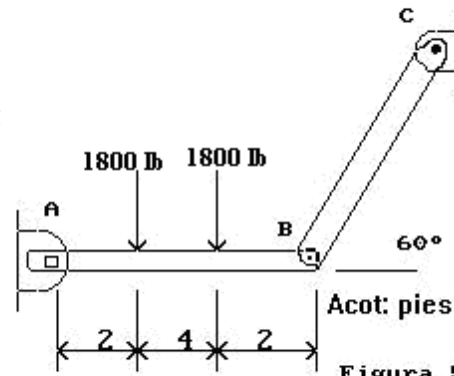

Figura 5.
8.- Calcule el área transversal requerida por el elemento BC mostrado en la figura 5 y el diámetro de los pasadores A y C que trabajan a corte simple y el diámetro del pasador B que trabaja a doble corte. Todos los elementos son de acero 1045 T.C y debe utilizarse un factor de seguridad de 3.